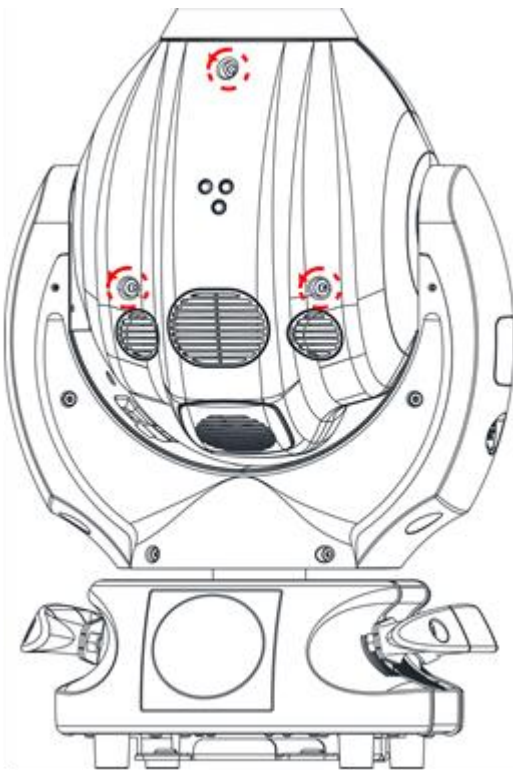

Abb. 1
1. Lösen Sie die Befestigungsschrauben der Kopfabdeckungen (Abb. 1).